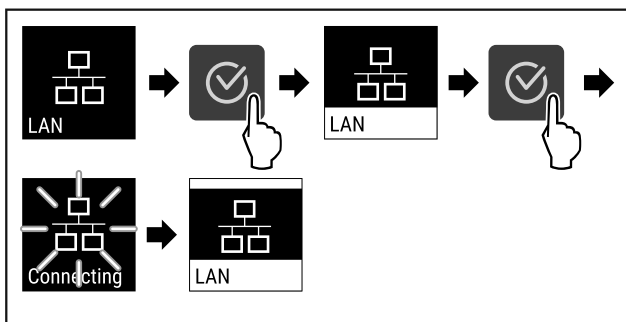

Fig. 81
- ▶ Изпълнете стъпките (виж Fig. 81).